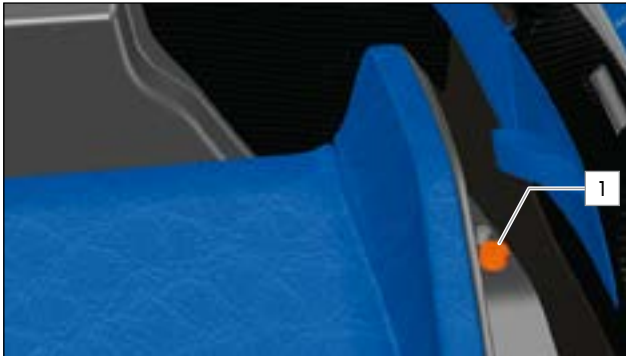

ABB.102 BATTERIELADEANSCHLUSS NEBEN DEM BEIFAHRERSITZ
- ▶ Setzen Sie den Anschlussstecker des Ladekabels auf die Anschlussbuchse 1 (» Abb.102), bis er spürbar arretiert.
- ▶ Verbinden Sie das Ladegerät mit Anschlussbuchse 1 (» Abb.102) neben dem Beifahrersitz.